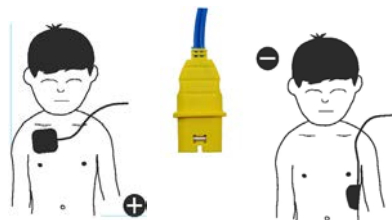

Fig. 5.4 Emplacements des électrodes pour les enfants de moins de 25 kg
1. Nettoyer et sécher les points d'application des électrodes (voir Fig. 5.4 Emplacements des électrodes pour les enfants de moins de 25 kg page 104. Nettoyer la peau uniquement en la frottant vigoureusement avec un tissu sec.
2. Appliquer une électrode au-dessus du sein droit, comme illustré à la Fig. 5.4 Emplacements des électrodes pour les enfants de moins de 25 kg page 104
3. Appliquer l'autre électrode en diagonale sous le sein gauche, comme illustré à la Fig. 5.4 Emplacements des électrodes pour les enfants de moins de 25 kg page 104.